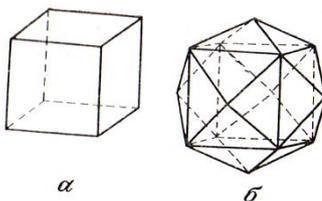

Рисунок 3 - Простые формы, выводящиеся из гексаэдра: а – гексаэдр; б – тетрагексаэдр
Рисунок 3 - Простые формы ромбической сингонии: а - моноэдр, б - пинакоид, в - диэдр, г - ромбическая призма, д - ромбический тетраэдр, е - ромбическая пирамида, ж - ромбическая дипирамида
пересекают главную ось симметрии ( $L_3, L_4, L_{i4}, L_6, L_{i6}$ ) в двух точках, причём верхние грани располагаются точно над нижними (рисунок 3).
Рисунок 3 - Дипирамиды средней категории: а – тригональная; б – тетрагональная; в – гексагональная; г – дитригональная; д – дитетрагональная; е – дигексагональная
**Гексаэдр (куб)** – имеет производную форму тетрагексаэдра, образованный путём деления каждой грани гексаэдра на четыре треугольника или построения четырёхгранных пирамид на каждой грани куба (рисунок 3).